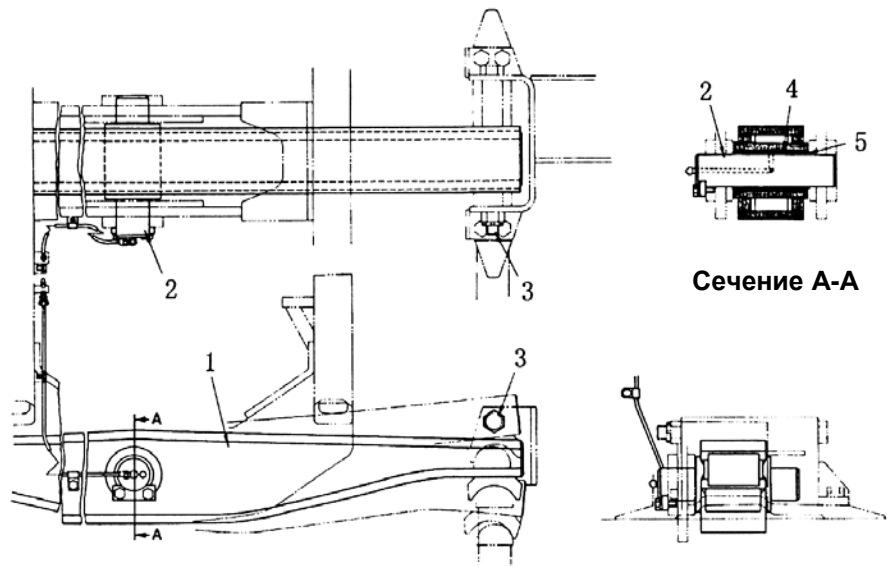

Рис. 5-48. Устройство подвески SD16, SD16E.
6. Устройство подвески (Рис. 5-48, 5-49)